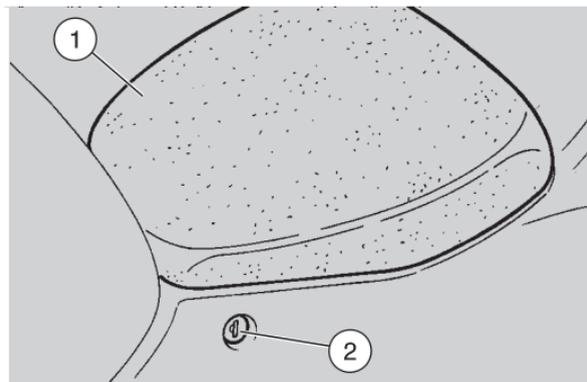

Abb. 8
- Zur Entriegelung des Fahrersitzes den Zündschlüssel in das Schloß einstecken (2 - Abb.8) und nach rechts drehen.
Den Sitz (1-Abb.8) anheben.